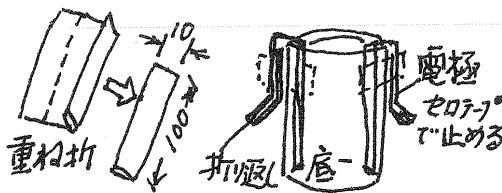

図2
- ② アルミホイルを5×10cmに切り、折りたたんで約1cm幅の帯を2本作り、アルミ帯の片端がフィルムケースの底に付くように2本が向かい合うように入れ、電極にする。(図2)